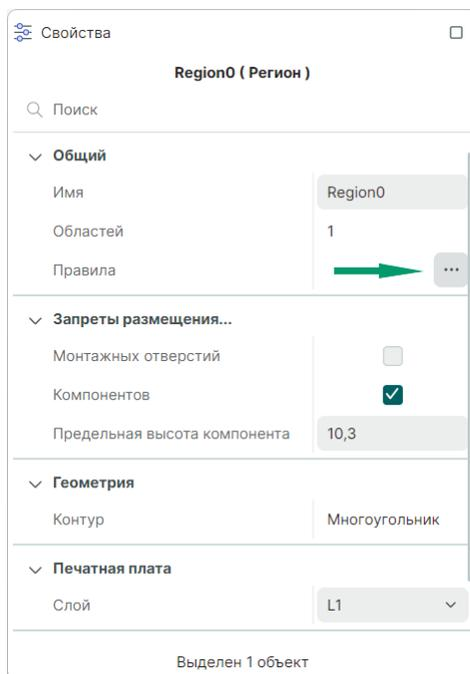

Рис. 190 Переход в редактор правил из панели «Свойства»
- с помощью символа «...» в панели «Свойства» → «Общий» → «Правила», см. Рис. 190;